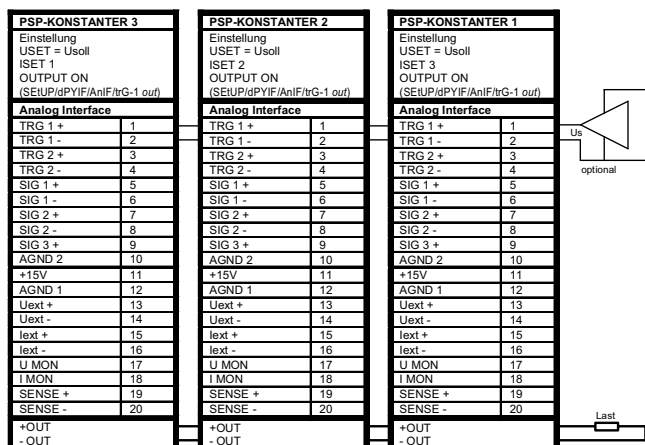

Bild 7.9.1a Verdrahtung für direkte Parallelschaltung.
- Durch Parallelschaltung (Bild 7.9.1a, optionale Verbindung) oder Reihenschaltung der Trigger-Eingänge (Einstellung „SEUP/dPYIF/AnI/TrG-1 out“) können Sie die Ausgänge gemeinsam ein- und ausschalten.